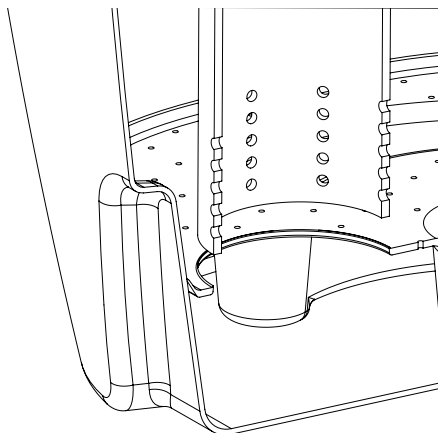

Рис. 3 – Отверстие для установки шахты солезаборной системы
4. Прорезями вниз вставьте шахту солезаборной системы до упора в специальное отверстие солевой решетки (Рис. 3);